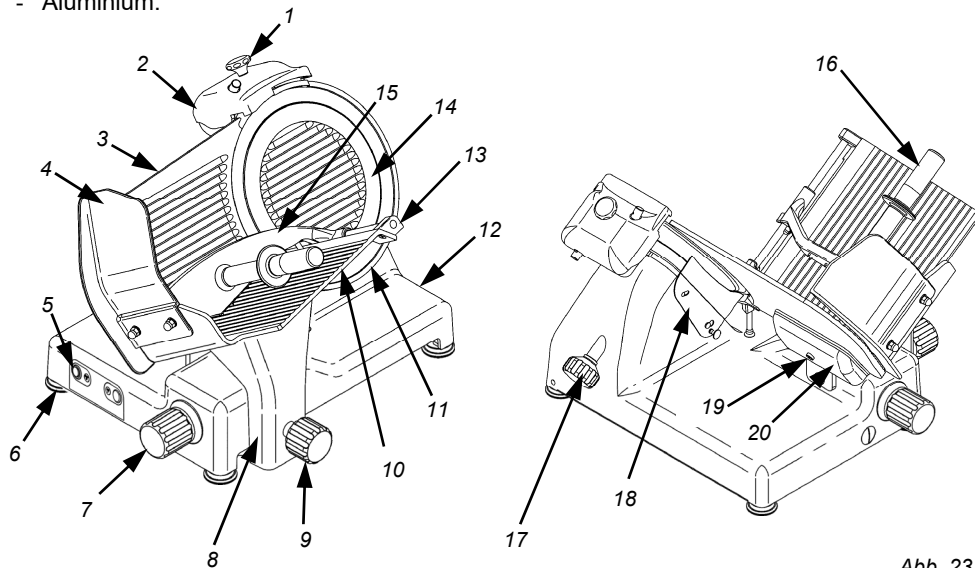

Abb. 23
- Die Aufschnittmaschine dient zum Schneiden von frischem, abgehangtem oder gegartem Fleisch ohne Knochen sowie von nicht gefrorenen Wurstwaren oder Gemüse mit Temperaturen bis max. 20 °C (Abb. 23). Jeder sonstige Gebrauch ist nicht bestimmungsgemäß und daher gefährlich.